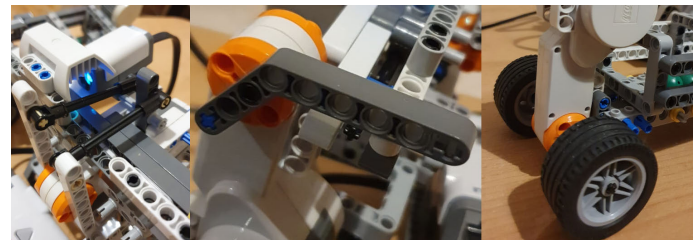

Abbildung 4. Die drei für den Farbsortierroboter verwendeten Motoren (links: Startmotor, mittig: Barrieremotor, recht: Transportmotor) [3]
2) *Motoren:* Motoren sind sehr wichtige Bauteile des Farbsortierroboters, weil sie vielfältig einsetzbar sind. Der erste Motor, auch Startmotor genannt, bewegt die Barriere zur Separation der Kugeln durch Umwandlung der mechanischen Rotation in eine Linearbewegung (siehe Abbildung 4, links). Dieser Motor spielt eine essenzielle Rolle, da er nur eine Kugel bis zum nächsten Schritt passieren lässt.
Der zweite Motor, auch Barrieremotor genannt (siehe Abbildung 4, Mitte), hat die Aufgabe, die Kugel nach der Farberkennung zu blockieren, damit der entsprechende Behälter unter die Rampe bewegt werden kann.
Der dritte Motor, auch Transportmotor genannt (siehe Abbildung 4, rechts), soll die Behälter unter der Rampe bewegen und die Kugel auffangen.